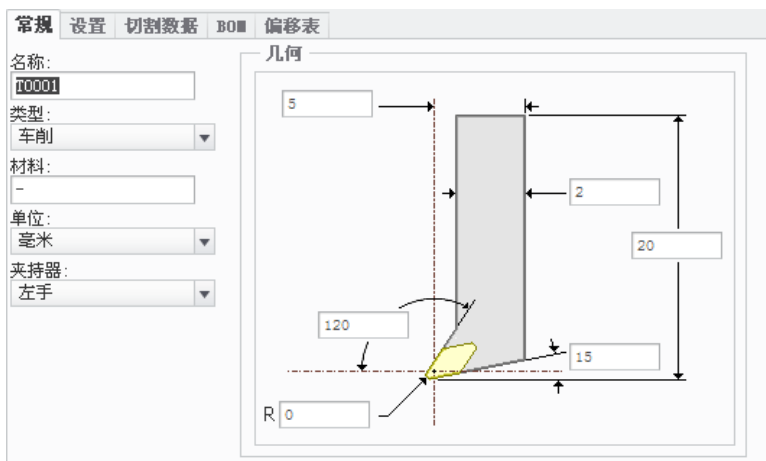

图 5.5.6 设置刀具一般参数
Step3. 在弹出的“刀具设定”对话框中单击 **几何** 按钮，然后在 **常规** 选项卡中设置图 5.5.6 所示的刀具参数，设置完毕后依次单击 **应用** 和 **确定** 按钮，返回到“螺纹车削”操控板。